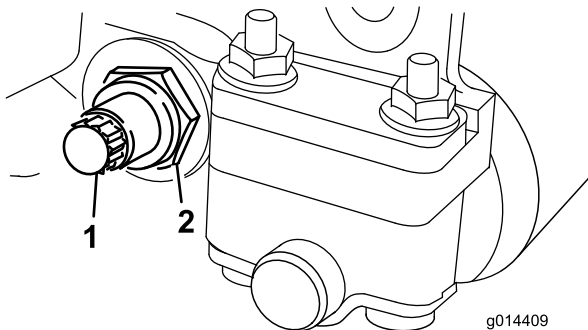
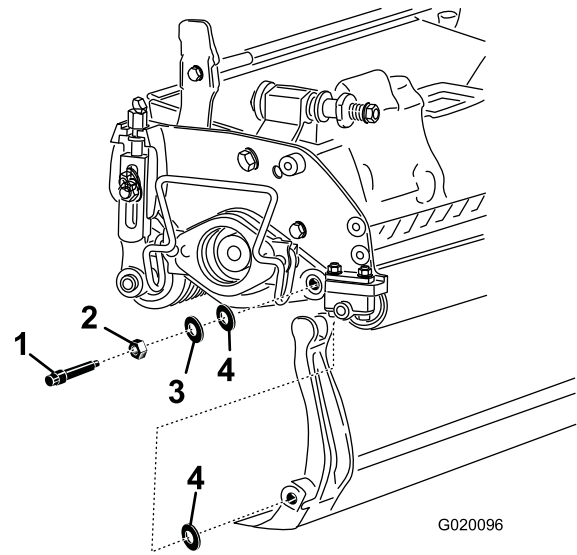

Bild 14
Bild 15
3. Lösen Sie an jeder Seite der Maschine die Klemmmutter, mit der die Schraube des Untermesserträgers befestigt ist (Bild 14).
4. Nehmen Sie jede Schraube des Untermesserträgers ab, damit der Untermesserträger nach unten gezogen und von der Maschine entfernt werden kann (Bild 14). Bewahren Sie die zwei Nylon- und die zwei Scheiben aus gestanzten Stahl an jedem Ende des Untermessers auf (Bild 15).
2. Befestigen Sie den Untermesserträger mit den zwei Untermesserträgerschrauben (Muttern an den Schrauben) und den sechs Scheiben an jeder Seitenplatte. Legen Sie eine Nylonscheibe auf jede Seite des Seitenplattenansatzes. Legen Sie eine Stahlscheibe außen auf jede äußere Nylonscheibe (Bild 15).